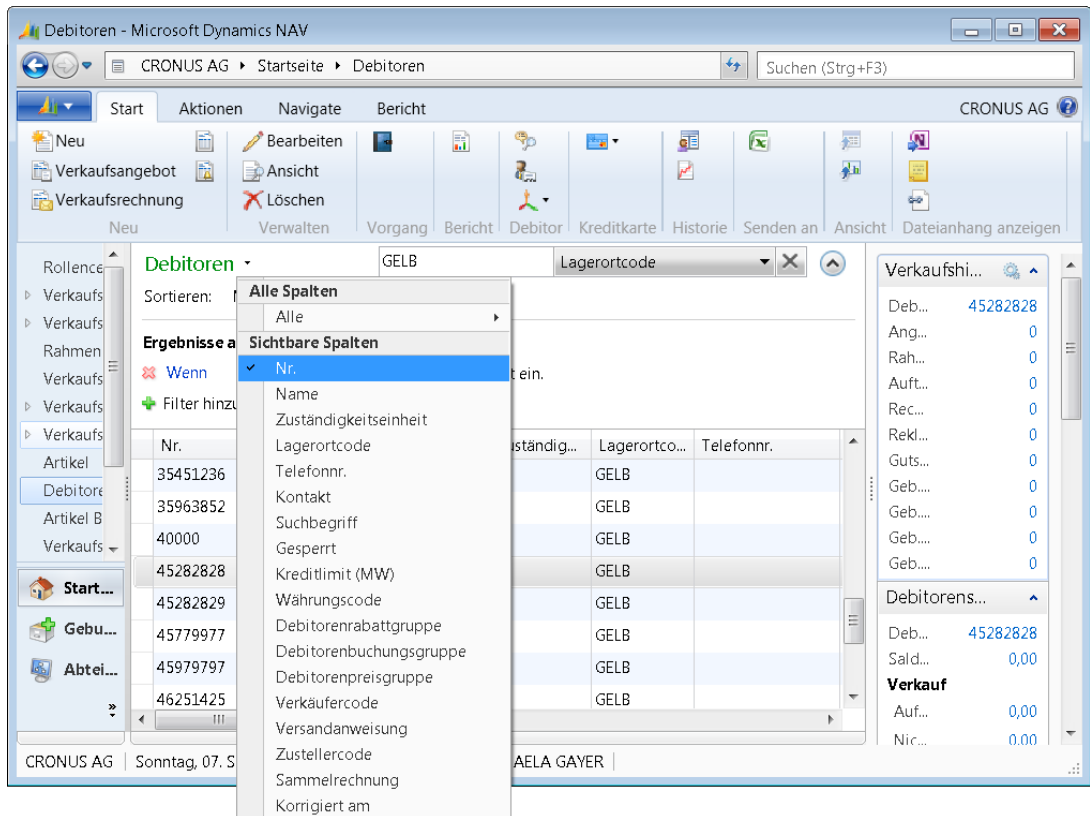

Abbildung 2.10 Auswahl der Tabellenspalte *Nr.* im erweiterten Filter
8. Im erweiterten Filter wählen Sie neben der Feldbezeichnung *Wenn* in der Zeile mit den Filterkriterien zunächst die Tabellenspalte *Nr.* (siehe Abbildung 2.10).